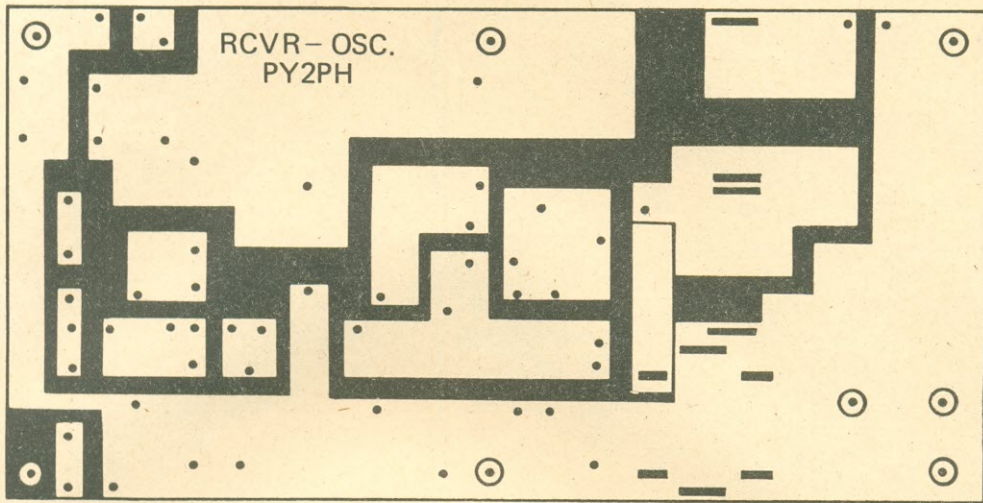

Fig. 11 - Face cobreada da plaqueta para o O.F.V.
e) Foi feita uma plaqueta especificamente para este circuito, mostrada na Fig. 11, pela face